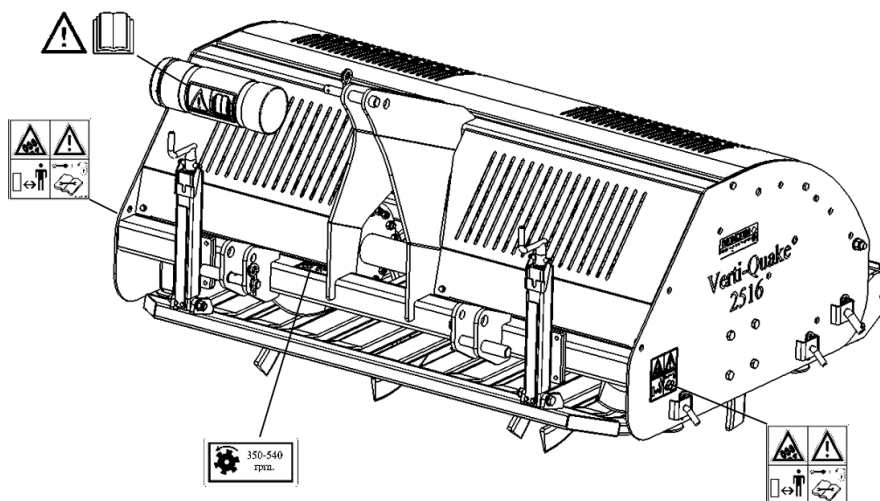

Fig. 6
Aan weerszijden van de Verti-Quake® is op het zijbord een veiligheidssticker (Fig. 6) met een gelijkkluidende betekenis aanwezig. Deze veiligheidssticker moet altijd goed zichtbaar en leesbaar zijn en moet, wanneer deze beschadigd is, worden vervangen.
- (7) Plaatsing veiligheidsstickers. (Fig 6.)